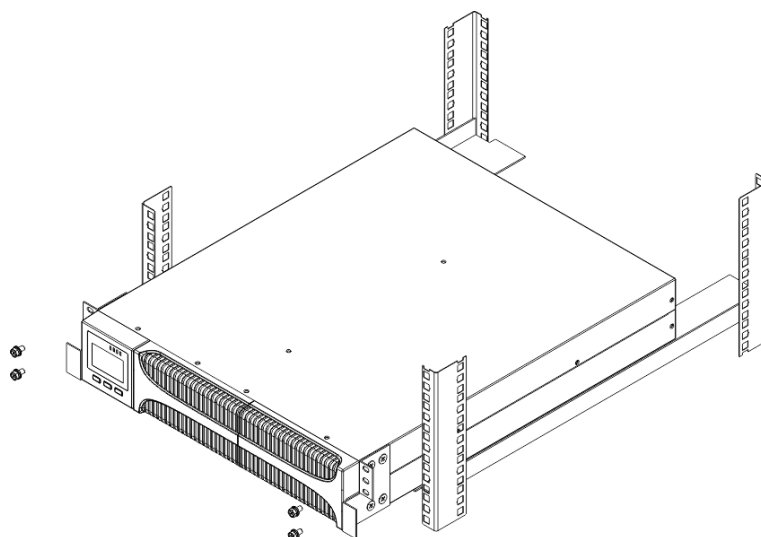

Figura 5.9: Instalação do Company RT
- Coloque o nobreak no trilho guia no rack e empurre-o até o fim, fixando-o ao rack através dos parafusos do suporte, conforme mostrado na Figura 5.9.